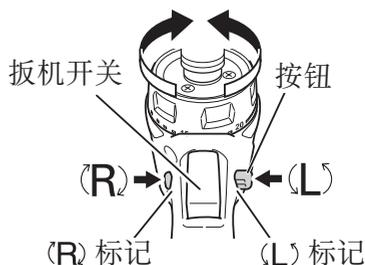

图 7
按选择按钮的 R (右) 侧，钻头便会顺时针 (从后方看时) 旋转；按选择按钮的 L (左) 侧则使钻头逆时针旋转。(请参照图 7)。(按钮上有 (L) 和 (R) 标记。)